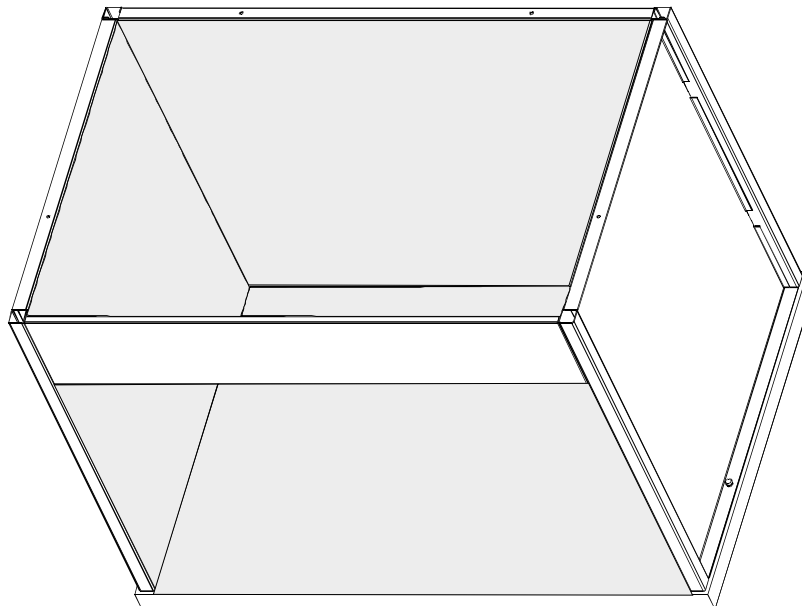

Abbildung 6. SpectraLight III Abmusterungskabine
10. Die SpectraLight Abmusterungskabine ist fertig montiert. Siehe Abbildung 6